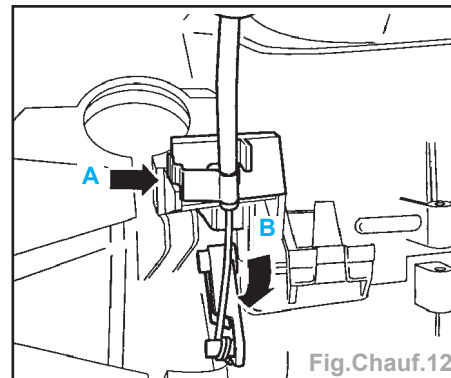

Fig.Chauf.12
- Fixer le câble sur le volet de plancher (flèche A) tout en appuyant simultanément sur le levier dans le sens de la flèche (flèche B) (Fig.Chauf.12).